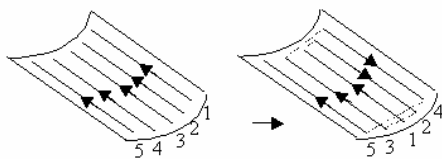

图 2-230 由内向外
- **【由内向外】**：刀具路径段有曲面内向曲面外加工，如图 2-230 所示。